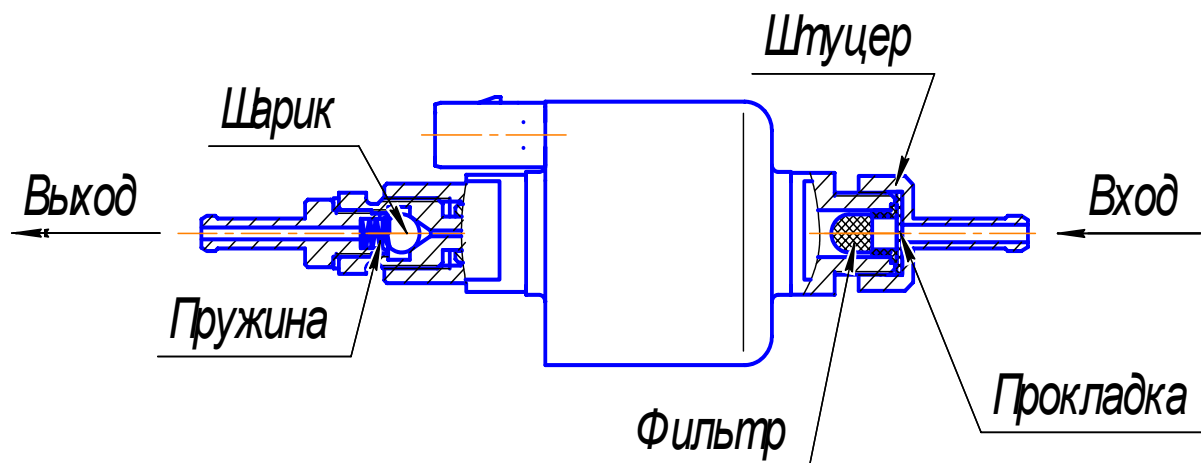

Рис. 6 -Топливный насос
5.9.1 Топливный насос (рис. 6) служит для дозированной подачи топлива в камеру сгорания.
- проверить герметичность соединения между корпусом топливного насоса и входным штуцером (см. рис.6). Проверку производить воздухом давлением не более 1 кгс/см^2 . Давление подводить со стороны входа и выхода одновременно. Если соединение негерметично необходимо заменить прокладку в штуцере (см. рис 6).